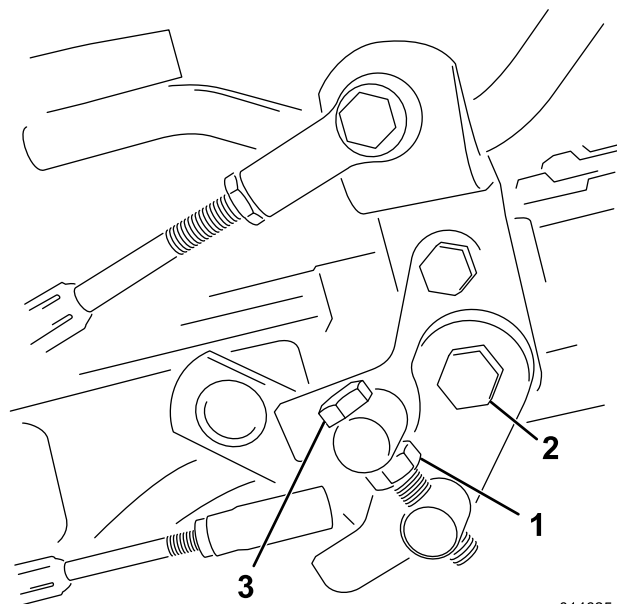

図 48
1. トラニオンボルトのジャムナットをゆるめる 図 48。
4. トラニオンボルトのジャムナット、およびペダルピボットのナットを締め付けて調整を固定する 図 48。調整を確認し、必要に応じて再調整する。